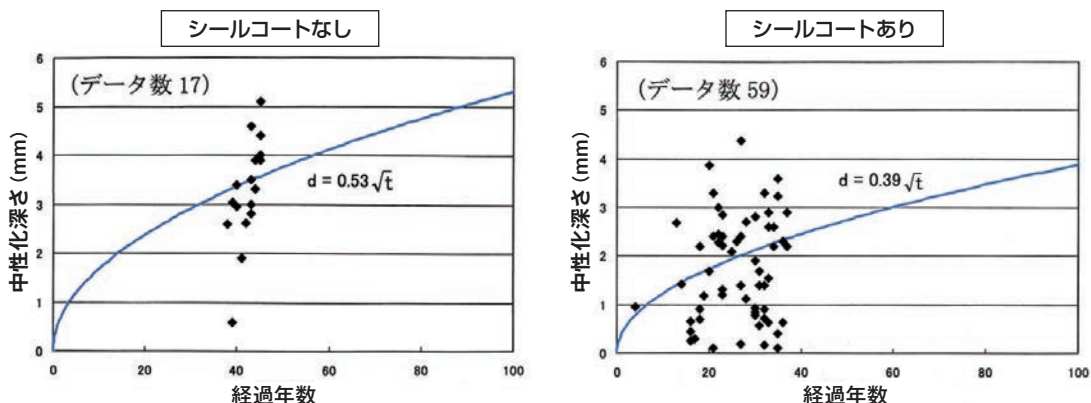

図 10 埋設後の経過年数と中性化深さの関係 (データ数合計 76 件、経過年数最長 45 年間)
- ① 中性化促進試験から、モルタルライニングの中性化深さは時間の平方根に比例し、 $\sqrt{t}$ 則が成り立つことが確認できた。
- ② 埋設管の中性化速度係数から、埋設後の経過年数と中性化深さの関係は図 10 となり、中性化深さがモルタルライニングの厚さである 4 mm に達する年数はシールコートなしでは 57 年、シールコー